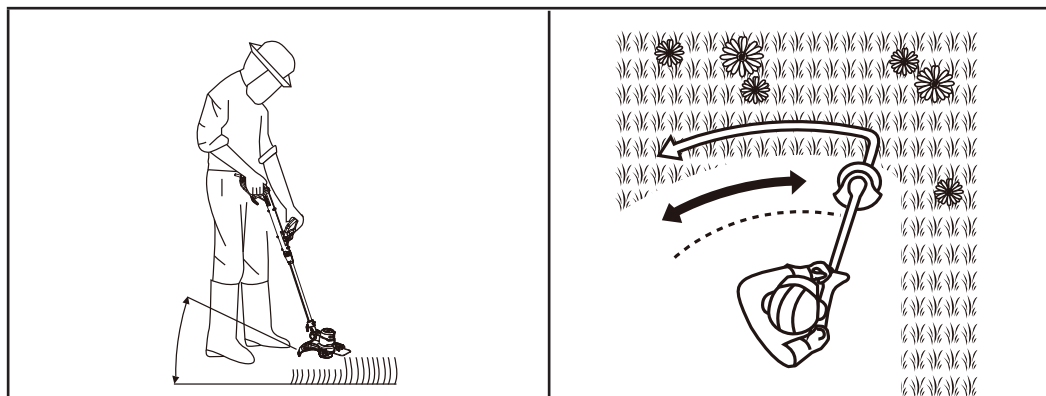

Fig. 9
- Este important să ai o poziție stabilă și să ții bine produsul cu o mână pe mânerul superior (1) și cu una pe cel auxiliar (6).
- Reglează unghiul mânerului principal (1) la 0° pentru tăiere.
- Ține capul de tăiere (15) chiar deasupra solului, la un unghi de aproximativ 30° (fig. 9).
- Mișcă produsul lent și constant descriind un arc de la stânga la dreapta, apoi adu-l înapoi în poziția inițială și tunde următoarea zonă (fig. 9).